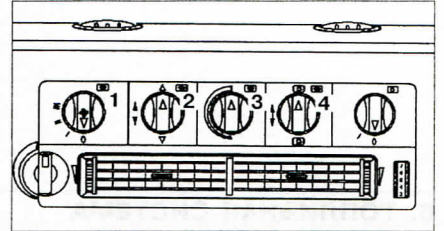

Рис. 1.16. Функциональная проверка системы отопления и вентиляции:
2. Установите регулятор **3** температуры в положение максимальной температуры (рис. 1.16).